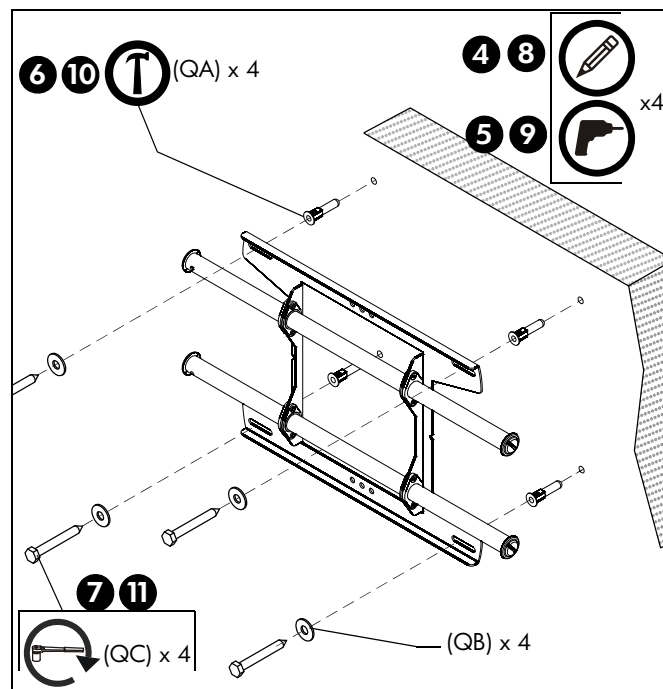

рис. 4
4. При помощи уровня сделайте на стене отметки в местах размещения верхних монтажных отверстий. (См. рис. 4)
6. Забейте молотком дюбели (QA) в каждое направляющее отверстие.
7. С помощью двух болтов 5/16 x 2-1/2" (QC) и двух плоских шайб 5/16" (QB) прикрепите верхнюю часть крепления к дюбелям в стене.
8. Отметьте точки размещения нижних монтажных пазов. (См. рис. 4)
9. Просверлите в отмеченных местах по одному направляющему отверстию. (См. рис. 4)
10. Забейте молотком дюбели (QA) в каждое направляющее отверстие.
11. С помощью двух болтов 5/16 x 2-1/2" (QC) и двух плоских шайб 5/16" (QB) прикрепите крепление через нижние монтажные отверстия. (См. рис. 4)
1. Совместите центр соединительного кронштейна со средней линией экрана. (см. рис. 4)